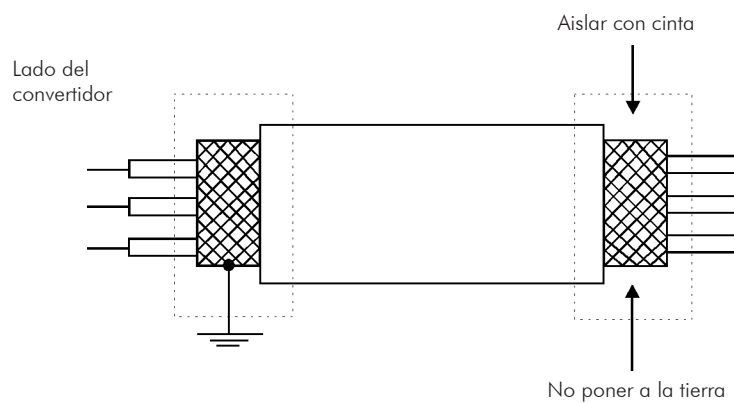
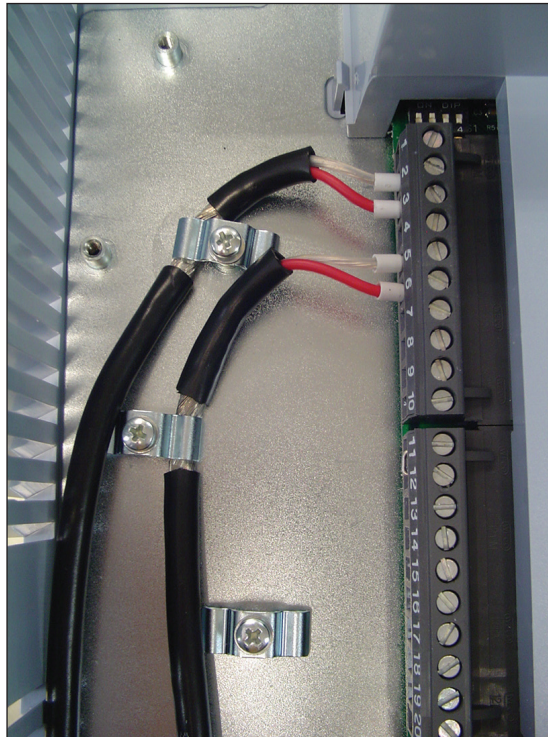

Figura 3.22 - Conexión del blindaje
Figura 3.23 - Ejemplo de conexión del blindaje de los cables de control
4. La correcta conexión del blindaje de los cables es presentado en la Figura 3.22 en la página 3-29. Verifique el ejemplo de conexión del blindaje a al tierra en la Figura 3.23 en la página 3-30.